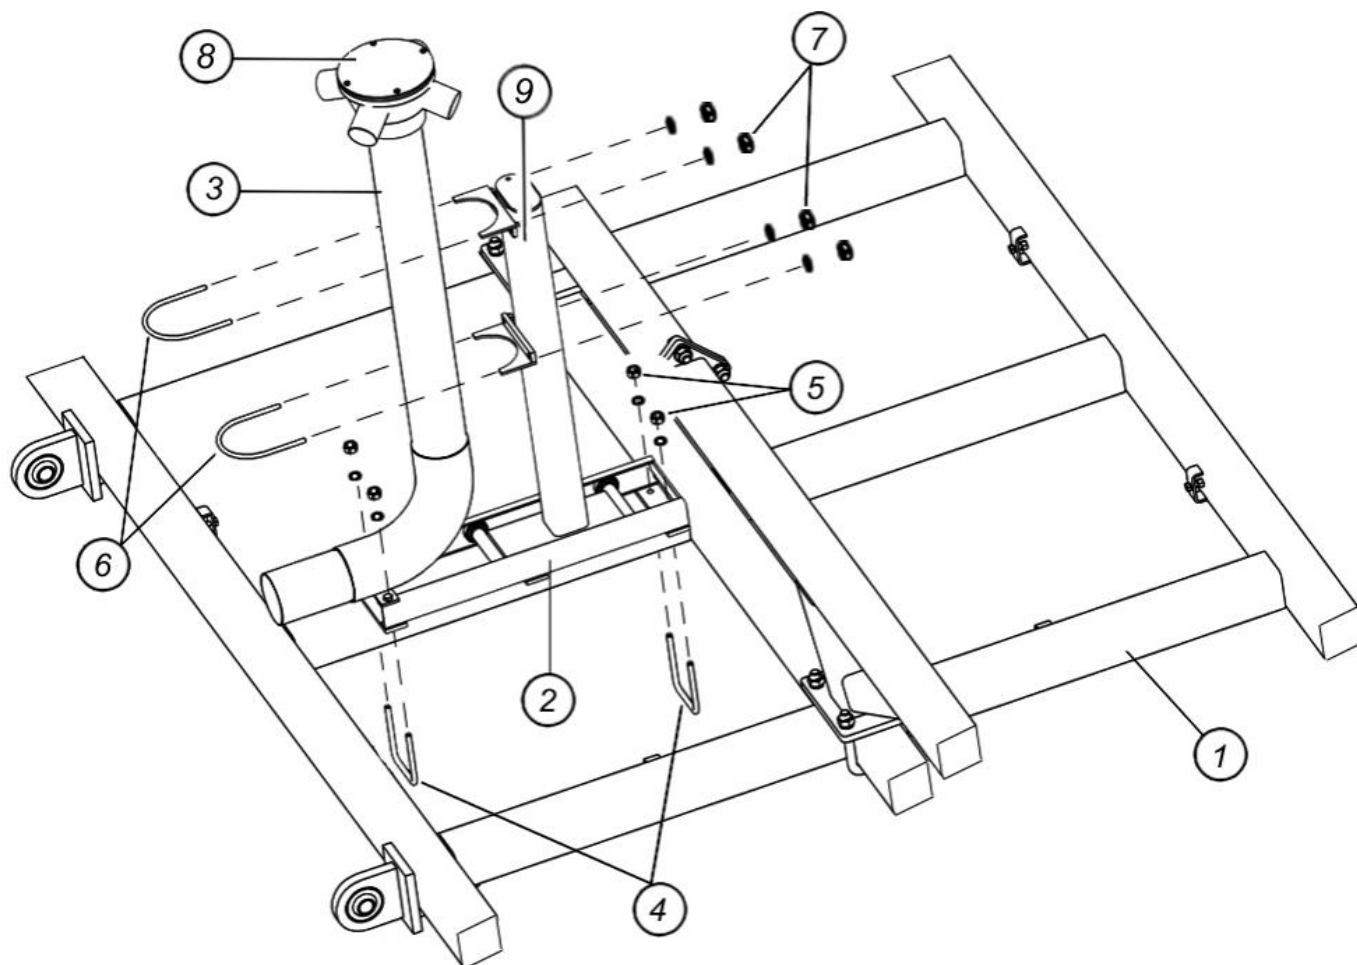

Рис. 4.6.1. Установка первичного коллектора-распределителя для ПК-10,6 «Кузбасс-А»
4.6.1. Закрепите кронштейн первичного распределителя 2 на центральную продольную переднюю балку главной рамы 1 стремлянками 4 M12x100x100, пружинными шайбами и гайками (рис.4.6.1).